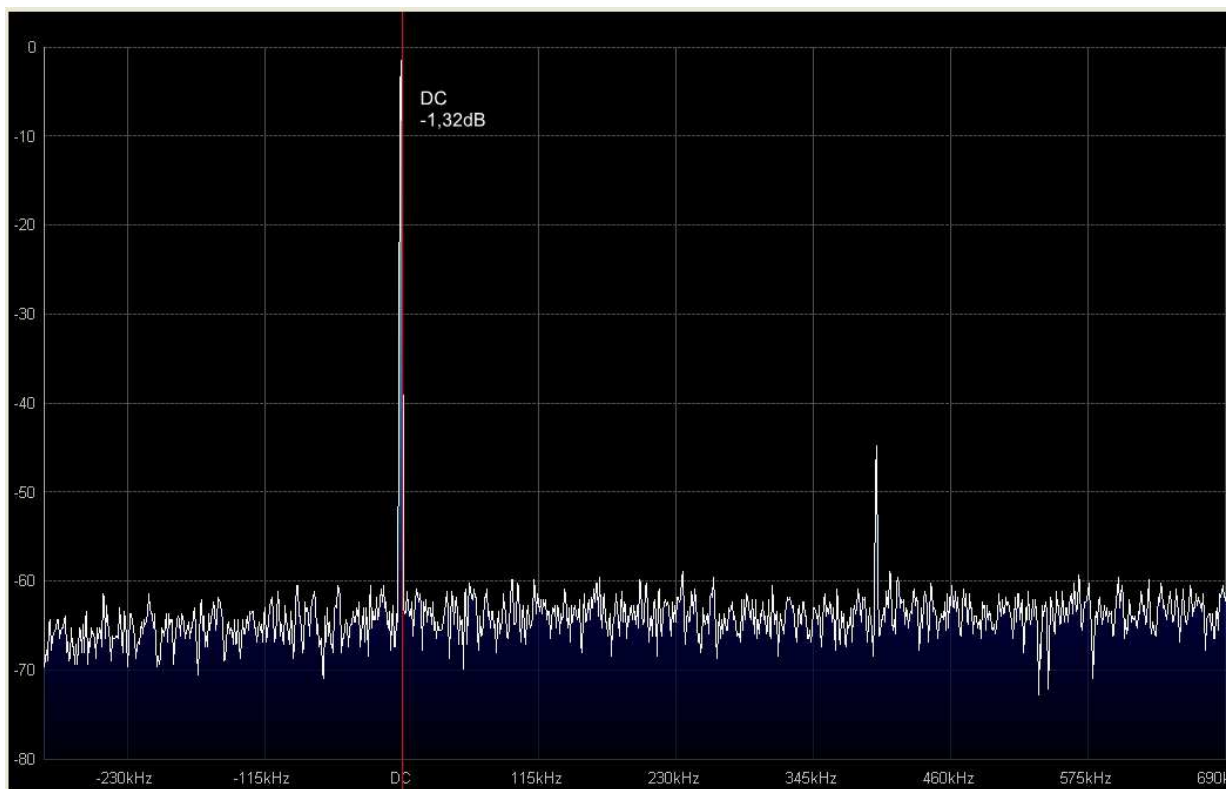
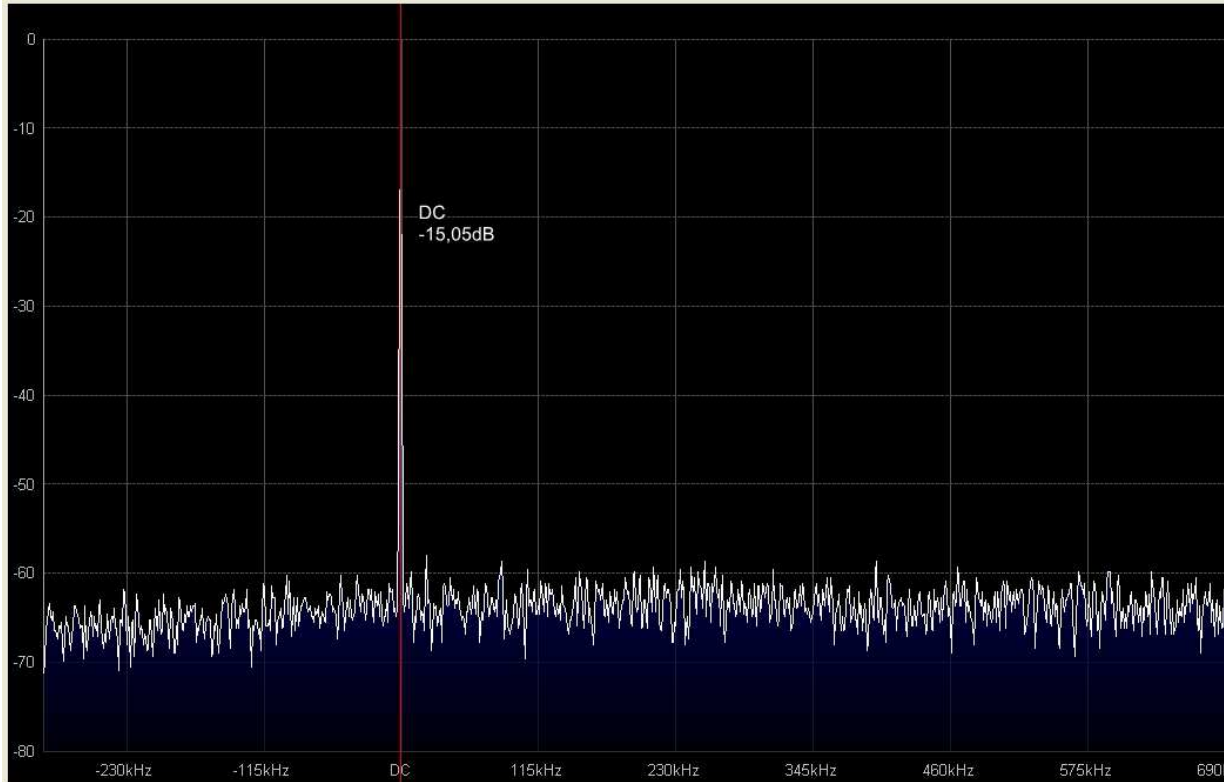

Bild 22: Darstellung des Restträgers (DC) im SDR#-Programm vor dem Abgleichen der Trimmer. Deutlich ist bei etwa 400 KHz ein „Geistersignal“ zu erkennen.
Bild 23: Der Restträgers (DC) im SDR-Programm nach dem Abgleichen der Trimmer.
Der Abgleich des Gerätes beschränkt sich auf die beiden Trimmer C21 (Lo) und C22 (No). Dabei sollten isolierte Schraubendreher mit möglichst kleiner Metallklinge benutzt werden. C21 wird auf größten HF-Pegel an R4 abgeglichen. Dabei leistet ein HF-Tastkopf zum Digital-Voltmeter, wie in [5] beschrieben, gute Dienste. C22 wird auf die geringste HF-Spannung an R6 abgeglichen. Da diese HF-Spannung je nach vorhandener Trägerunterdrückung des Mischers X1 um 40 bis 50 dB gedämpft ist, ist hierfür ein HF-Millivoltmeter erforderlich. Einfacher ist es daher diese Einstellung bei laufendem SDR-Programm (siehe weiter unten) durchzuführen und den Pegel des Trägers in der Frequenzanzeige bei 0 KHz (DC) auf ein Minimum einzustellen. Die Verstärkung **RF Gain** sollte dabei nur so hoch gewählt werden dass der Träger (DC) gerade die 0 dB-Marke erreicht. Innerhalb einer Umdrehung des Trimmers C22 tritt drei mal ein Minimum auf. Das breite Minimum bei der maximalen Kapazität des Trimmern ist dabei das falsche Minimum. Eines der beiden anderen, auch an der etwas kritischeren Einstellbarkeit zu erkennen, ist das richtige Minimum. Eine weitere Verbesserung bringt es den Trimmer C21 innerhalb seines Maximums etwas zu verstellen. Dabei ändert sich nur die Phasenlage des Oszillator-Signals. Das Minimum ist auch ohne Antenne noch daran zu erkennen dass Nebenempfangsstellen („Geistersignale“) in den ersten 2 MHz verschwinden oder sich Minimieren. Im **Bild 22** ist die Spektralansicht des SDR#-Programms vor und in **Bild 23** nach dem Abgleich zu sehen. Bei selbst durchkontaktierten Platinen kann es Probleme geben dieses Minimum zu finden. Eine Verbesserung wird erreicht wenn das Metallgehäuse des Mischerbaustein X1 mit der oberen Massefläche der Platine verbunden wird. Dazu kann die Durchkontaktierung, welche sich zwischen dem Mischerbaustein und dem Quarz Q2 befindet, genutzt werden. Der dafür genutzte Draht, er wird in der Länge so bemessen dass er etwa 10 mm oben über steht, wird dann auf kürzestem Wege mit der Ecke des Mischers verbunden und kurz angelötet.